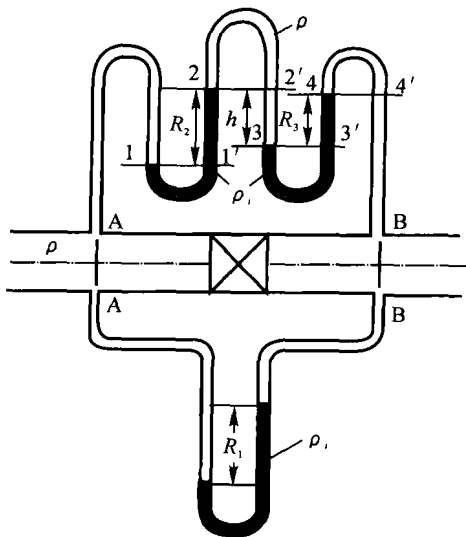

图 1-6
**例题 1.2** 如图 1-6 所示, 某输水管路上 A, B 两截面间分别装有单 U 形压差计与复式 U 形压差计来测量其间压差, 复式压差计读数  $R_2 = 400\text{ mm}$ ,  $R_3 = 320\text{ mm}$ 。已知压差计指示液均为水银,  $\rho_f = 13.6 \times 10^3\text{ kg/m}^3$ 。试计算: (1) A, B 两点间的压差  $\Delta p$  与单 U 形压差计的读数  $R_1$ ; (2) 因误操作导致复式压差计测压连接管 2—3 间充满空气, 若 2—3 截面间的高度  $h = 340\text{ mm}$ , 求此时测量值与之前计算值相比的相对误差。
**解** (1) 如图所示, 取水平等压面 1—1', 2—2', 3—3' 与 4—4', 选取水平管轴心水平面为位能基准面。根